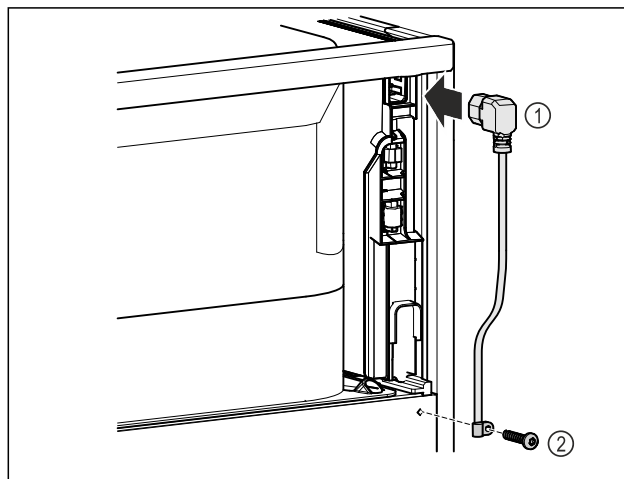

Fig. 9
- Įkiškite prijungimo prie tinklo laido „šaltojo prijungimo“ jungtį Fig. 9 (1) galinėje prietaiso pusėje.
► Sumontuokite suveržimo įtaisą. Fig. 9 (2)